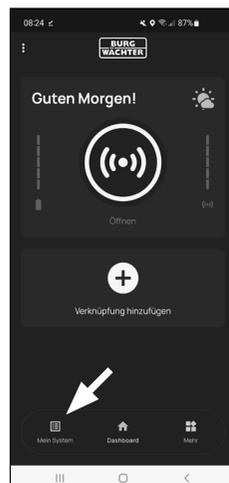

Fig. 4
- 7 Appare la schermata principale dell'app *BURGsmart*. Aprire il menu "*Mein System*" (Il mio sistema) in basso a sinistra (Fig. 4).